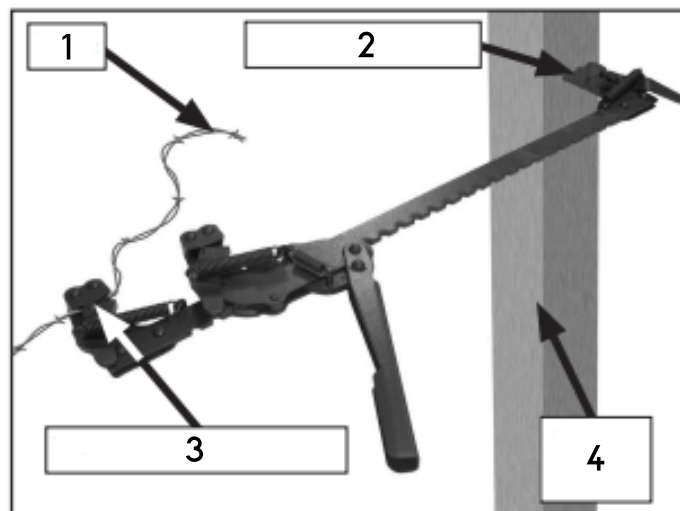

Abbildung 3
- Klemmen Sie den Draht in den Verschlusshaken der Klemmbacken ein und befestigen Sie anschließend den starren Haken am Zaunpfosten (Abb. 3).